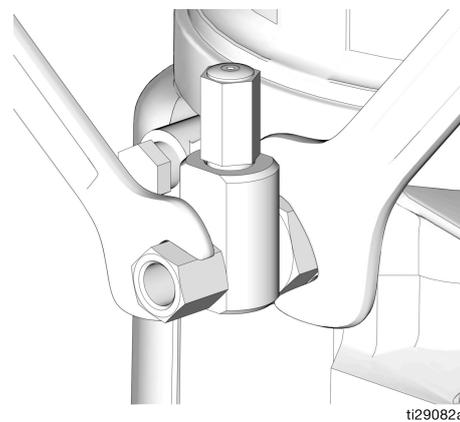

FIG. 17
1. Afloje el accesorio de conexión del elemento de la bomba (FIG. 17).
3. Apriete el accesorio de conexión del elemento de bomba utilizando dos llaves y haciendo fuerza en direcciones opuestas (FIG. 17).